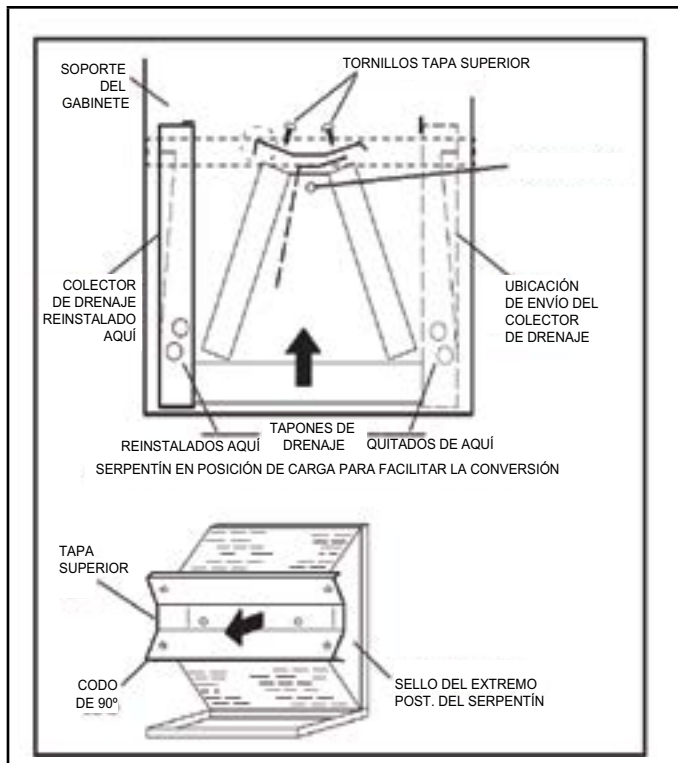

FIGURA 7. Modificación en el sitio para la descarga a la izquierda
- 7 - Vuelva a instalar la tapa superior al serpentín utilizando los mismos tornillos. Consulte la FIGURA 7.